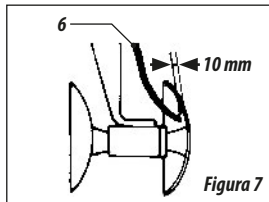

Figura 7
- 13-Ao fixar os limpadores item 6, os mesmos devem ficar de 5 a 10 mm de distância do disco, conforme figura 7.